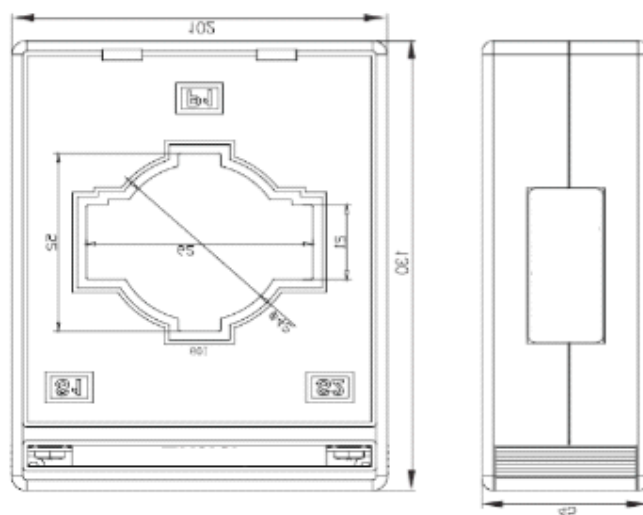

图 11 800A 规格电流互感器外形尺寸
5.3.3 800A 规格电流互感器外形尺寸如图 11 所示（单位：mm）：